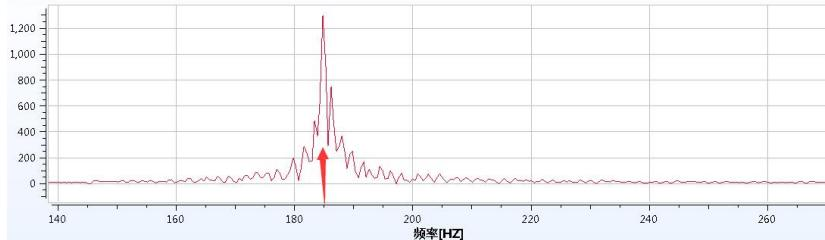

图 5-22 陷波频率显示界面
③此时弹出如下界面，如下图 5-22，拖动鼠标左键可放大波形，波峰对应的横坐标数值就是陷波频率，将此参数输入 Fn45 中，保存重启。